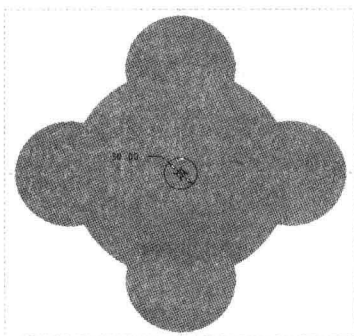

图 8-62 绘制第一个截面
Step 06 弹出“方向”菜单管理器，选择“确定”选项，弹出“草绘视图”菜单管理器，选择“默认”选项，进入草绘环境，单击“草绘”选项卡中的相应按钮，绘制第一个截面，如图 8-62 所示。